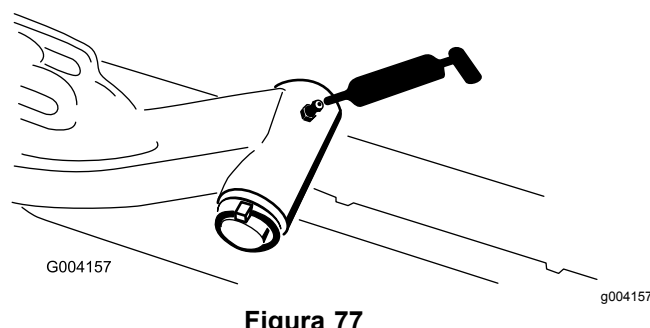

Figura 77
- Veio da articulação do braço de elevação (1 cada) (Figura 77)